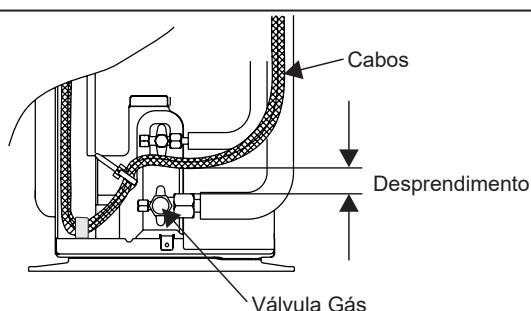

fig. 36 - Finalização da conexão da unidade exterior monofásica
- Utilize o fixador para manter os cabos contra a placa de isolamento (**fig. 36**).